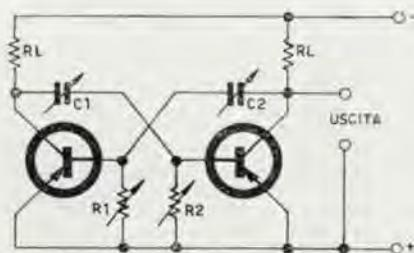

Figura 3
B) Mediante un **circuito multivibratore stabile** è possibile ottenere un segnale del tipo indicato. Il circuito di principio è del tipo indicato in figura 3.